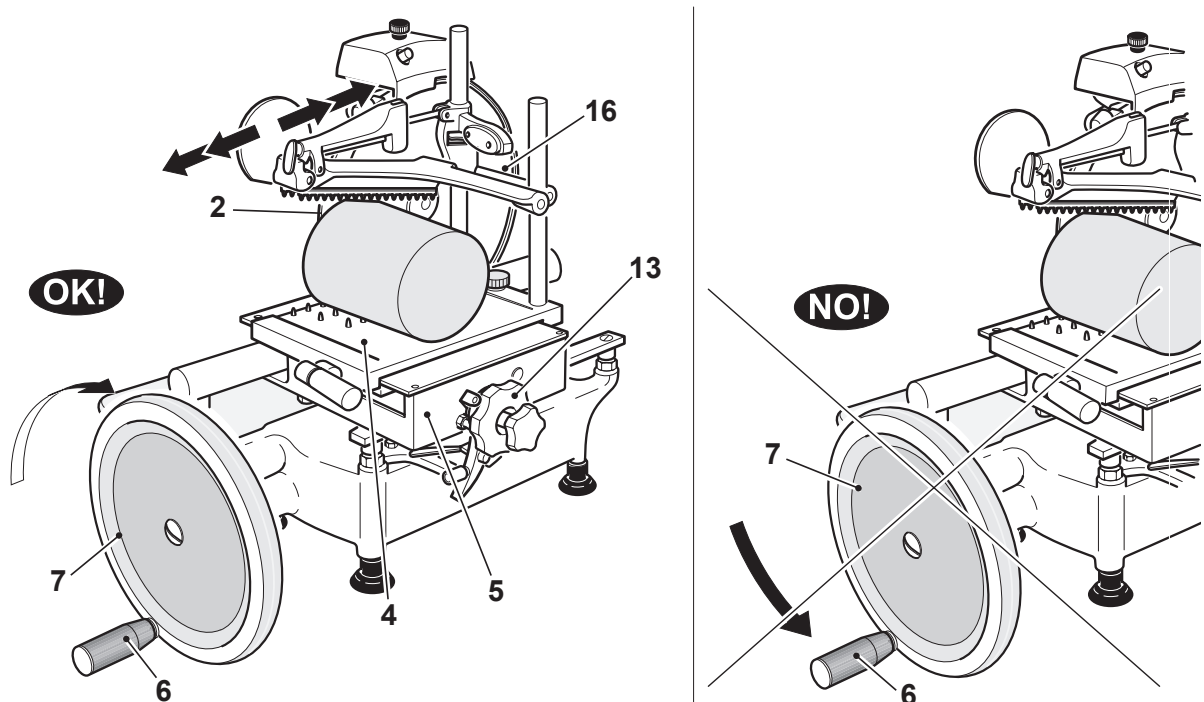

Figure 11-1
4. Tenez la poignée (6) pour tourner le volant (7) dans le sens horaire pour démarrer la rotation de la lame (16) et le mouvement du porte-produit (4) (Figure 11-1).